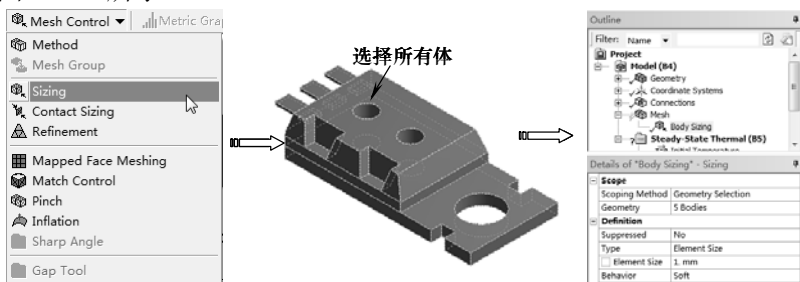

图 11-36 设置网格尺寸
2) 单击窗口上方【图形选择】工具栏上的【Body (选择体)】按钮, 在【Details of “Body Sizing” Sizing】列表中单击【Scope】选项下的【Scoping Method】项，在图形区框选所有实体，单击【Geometry】项中的【Apply】按钮完成，在【Element Size】文本框中输入 1mm，如图 11-36 所示。